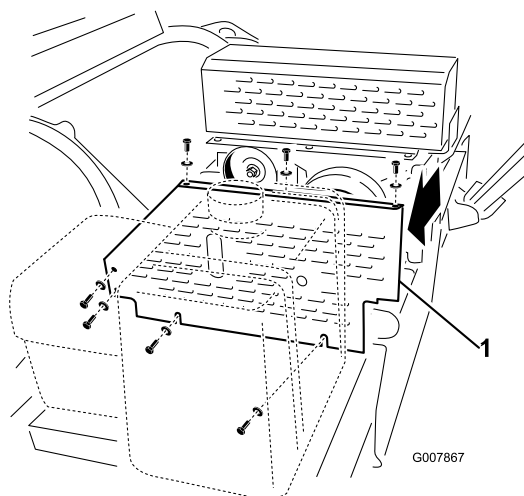

Figura 53
1. Togliete il paracinghia (Figura 53).